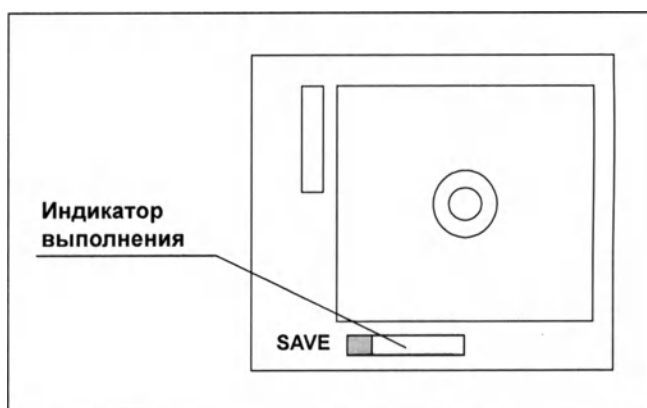

Рисунок 7.246
- При остановке записи видео в нижней части дисплея монитора отображается индикатор выполнения (см. рис. 7.246). Не выключайте ультразвуковой центр, пока отображается индикатор выполнения. В противном случае данные изображений могут быть утеряны.